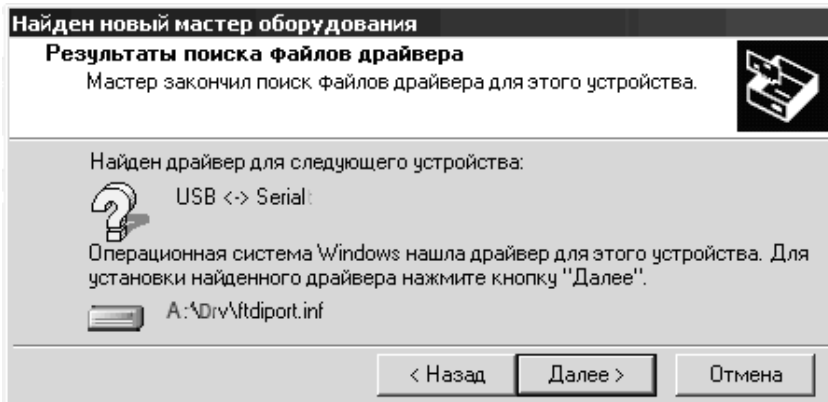
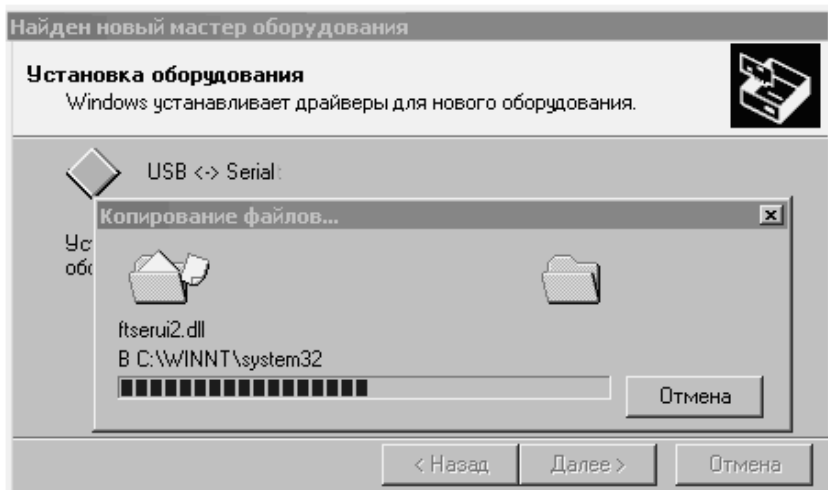

Рисунок 11 – Результат поиска файлов драйвера
Рисунок 12 – Копирование файлов
4) После того, как операционная система выдаст сообщение о нахождении драйвера и готовности к установке (см. рисунок 11), нажмите кнопку **Далее >**, после чего начнется установка ПО. Процесс копирования файлов отображается в окне «Копирование файлов» (см. рисунок 12).